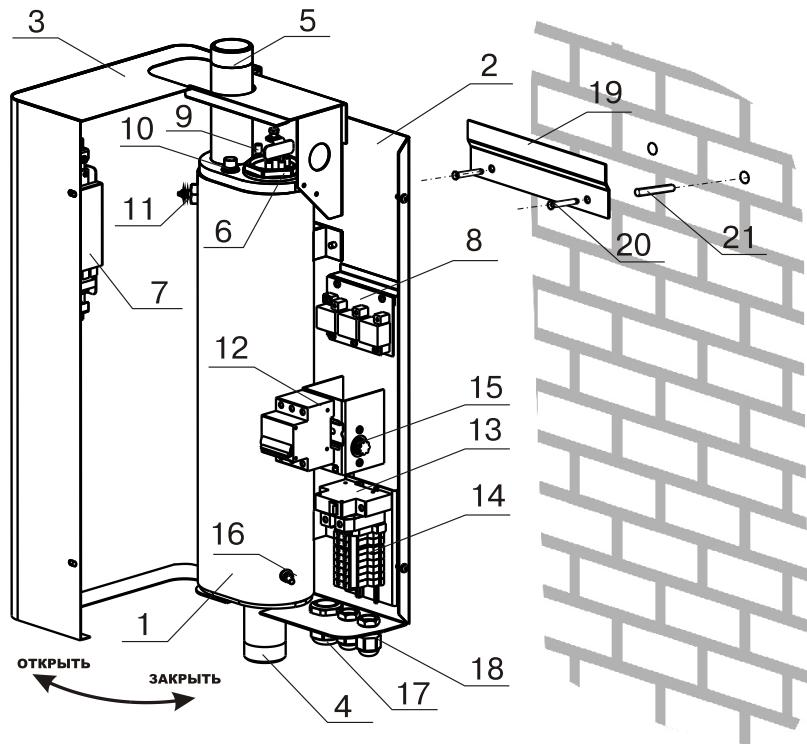

Рис.1 Конструкция электроводонагревателя и способ его крепления к стене
5.1. Электроводонагреватель (Рис.1) состоит из корпуса (1) сварной конструкции с фланцами, патрубком входа воды (4) и патрубком выхода воды (5), имеющих резьбу G1 1/2-В. В верхней части корпуса установлен блок нагревательных элементов(6),датчик температуры воды(9),датчик перегрева(10) и датчик уровня воды(11). Корпус установлен на основании(2). Защитный кожух (3) выполнен из стального листа и служит для защиты обслуживающего персонала от ожогов и поражения электрическим током. Кожух подвешен на основании при помощи механизма, который позволяет не снимая кожух с электроводонагревателя, открывать и закрывать его в направлении, указанном стр.4
на Рис.1. При необходимости кожух можно легко снять с основания. Для этого необходимо отсоединить два разъема от блока управления (7), установленного на передней стенке кожуха (3), и приподнять кожух до разъединения его с основанием. Установка кожуха производится в обратном порядке. В закрытом состоянии кожух фиксируется на основании с помощью четырех винтов.
5.2. Для ввода и закрепления силового питающего кабеля предназначен кабельный ввод (17), для ввода кабелей от насоса, датчиков температуры воздуха и внешнего терmostата предназначены кабельные вводы (18). Для присоединения циркуляционного насоса, датчика температуры воздуха в помещении и на улице, внешнего терmostата имеются колодки (14). Циркуляционный насос подключен к питающей сети через автоматический выключатель (13).
- Закрепить кронштейн крепления на вертикальной поверхности в необходимом месте с помощью шурупов, входящих в комплект и установить на него водонагреватель как показано на Рис.1;
- Открыть кожух (3) как показано на Рис.1, предварительно выкрутив четыре винта крепления кожуха;
- Для установки дополнительного модуля-GSM необходимо снять крышку с блока управления (7) с кожуха водонагревателя (3), снять крышку с блока управления и установить на ее место крышку с платой модуля-GSM, предварительно подключив кабель управления модулем к разъему XS4 на плате блока управления. Далее необходимо установить SIM-карту в модуль, установить на место блок управления и присоединить antennу к разъему модуля-GSM. Провод от антенны необходимо пропустить в кабельный ввод (18).
- Закрыть кожух (3) как показано на Рис.1 и закрутить винты крепления.